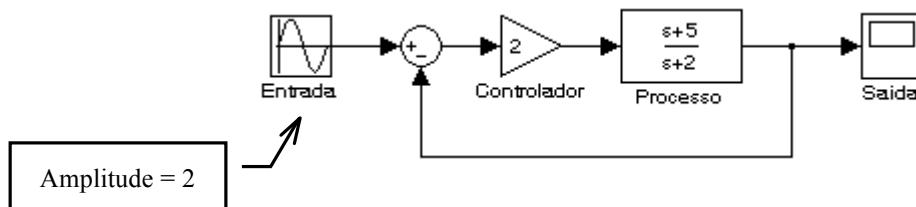

Figura 8.13: Sistema da atividade 8.2 b)
- b) Determine o valor aproximado do módulo do ganho do sistema da figura 8.13 para sinais senoidais de 3 rad/s. Repita para sinais de 5 e 10 rad/s. O MATLAB pode emitir alguns avisos de "loop algébrico" porque a função de transferência do sistema realimentado possui numerador e denominador com mesmo grau.